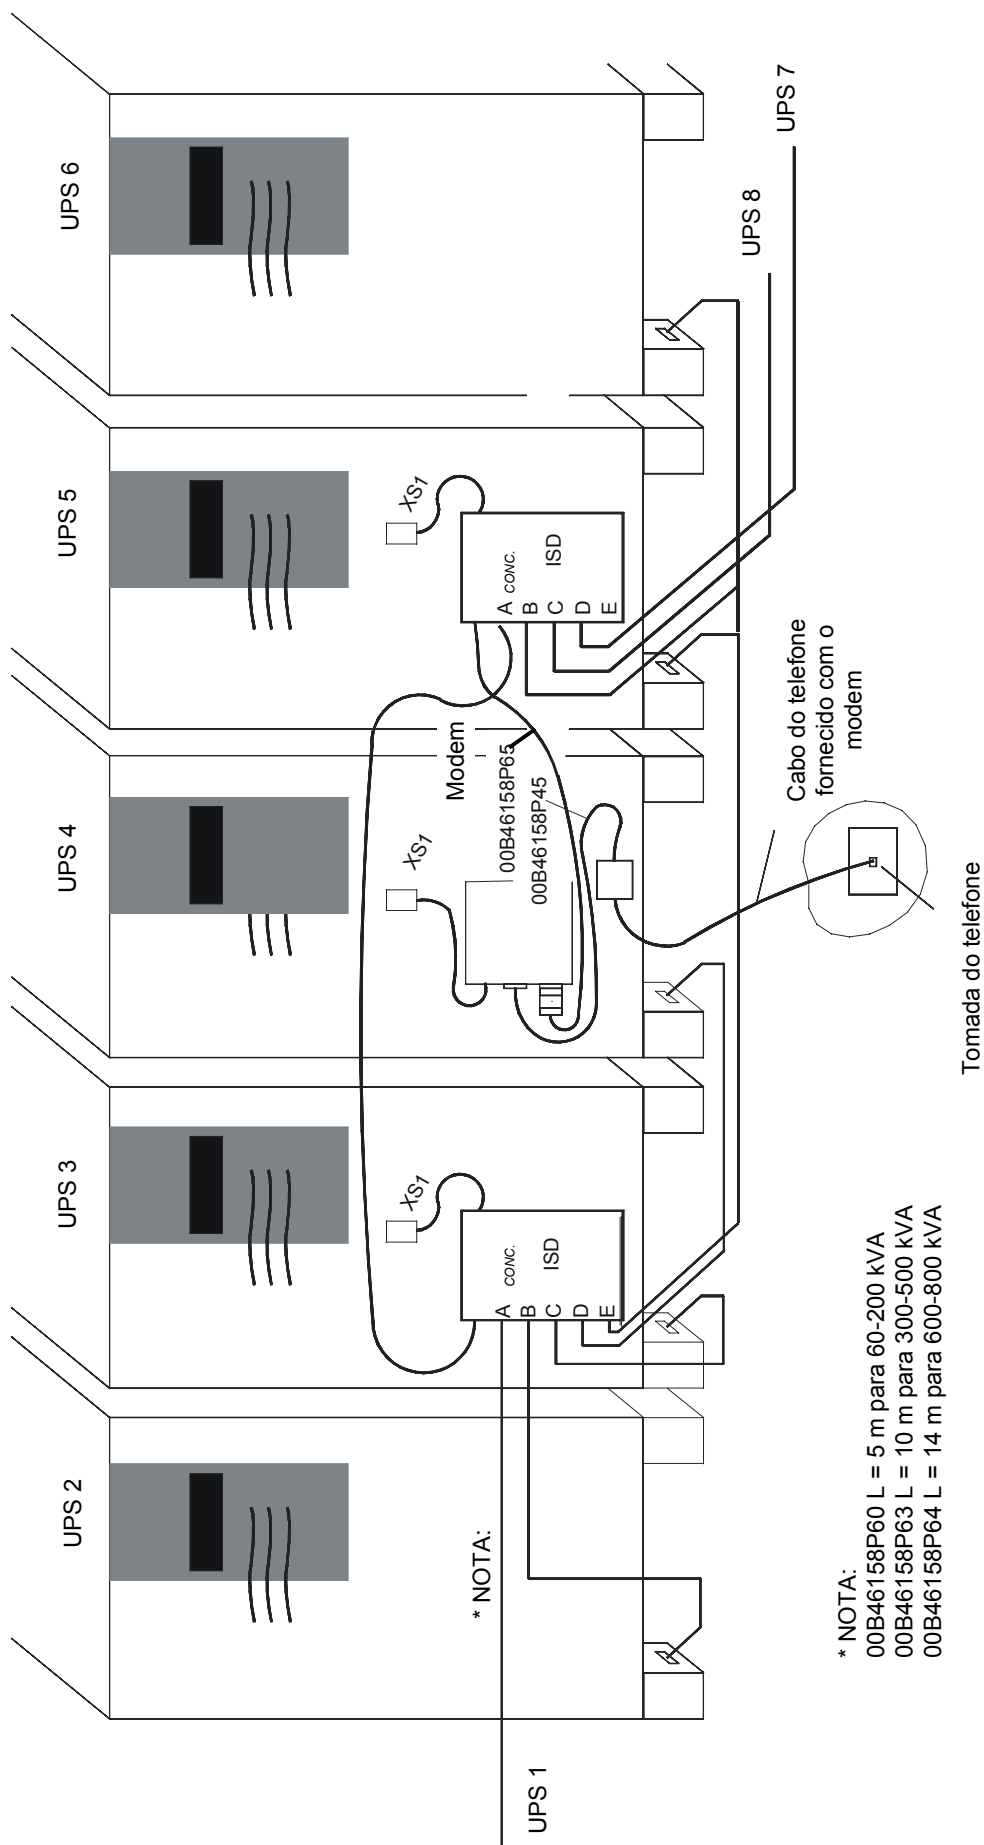

Fig. 57 – Ligação ao modem – Até a 8 UPS's
- Utilizar um dos cabos 00B46158P60 (5 m), 00B46158P63 (10 m), ou 00B46158P64 (14 m); ligar as portas série RS232 (ver Fig. 54) dos UPS's de 1 a 5 às portas série de entrada "A", "B", "C", "D" e "E" da estação ISD1 (ver Fig. 57).